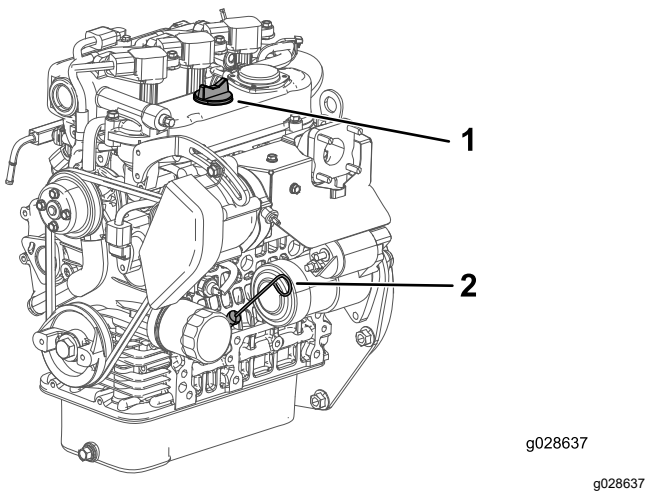

图 35
4. 取出量油尺用干净的抹布擦拭图 35。
5. 将量油尺插入量油尺管道中并确保它完全插入图 35。
6. 取出量油尺并检查油位图 35。
7. 如果油位较低请取下加油颈盖图 35然后添加足够机油将油位提高到量油尺上的“已满”标记。
8. 将量油尺固定到位图 35。